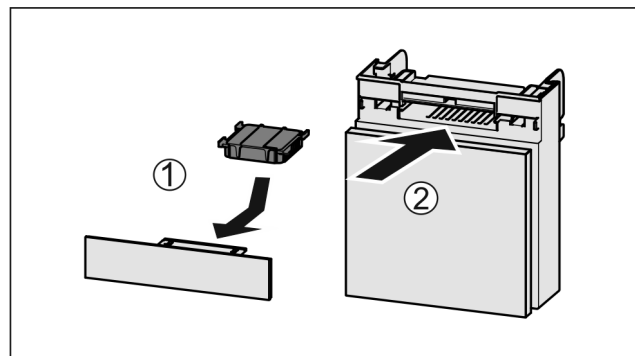

Fig. 158
- Anbring aktivkulfilteret som vis på billedet Fig. 158 (1).
- Skub rummet ind Fig. 158 (2).